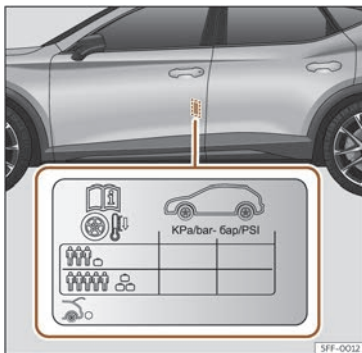

Fig. 221 Localización do adhesivo da presión de inflamento dos pneumáticos.
- Adapte a presión dos pneumáticos á carga que leva o vehículo >>> **fig. 221**.
Os valores da presión de inflamento están indicados na etiqueta adhesiva situada na parte posterior do marco da porta dianteira esquerda >>> **fig. 221**.
A presión dos pneumáticos débese adaptar á carga actual do vehículo. Se o vehículo vai ir cargado ao máximo, debe aumentar a presión de inflamento ao valor máximo de carga indicado na etiqueta adhesiva >>> **fig. 221**.
No caso dunha roda de emerxencia minimizada (125/70 R16 ou 125/70 R18), inflar a 4,2 bar de presión segundo se indica na etiqueta de presión dos pneumáticos >>> **fig. 221**.
- O condutor é responsable de que todos os pneumáticos do vehículo estean inflados á presión correcta. A presión de inflamento recomendada vén indicada nun adhesivo >>> fig. 221.
- Cos pneumáticos en frío, deberase manter sempre a presión indicada no adhesivo >>> fig. 221.